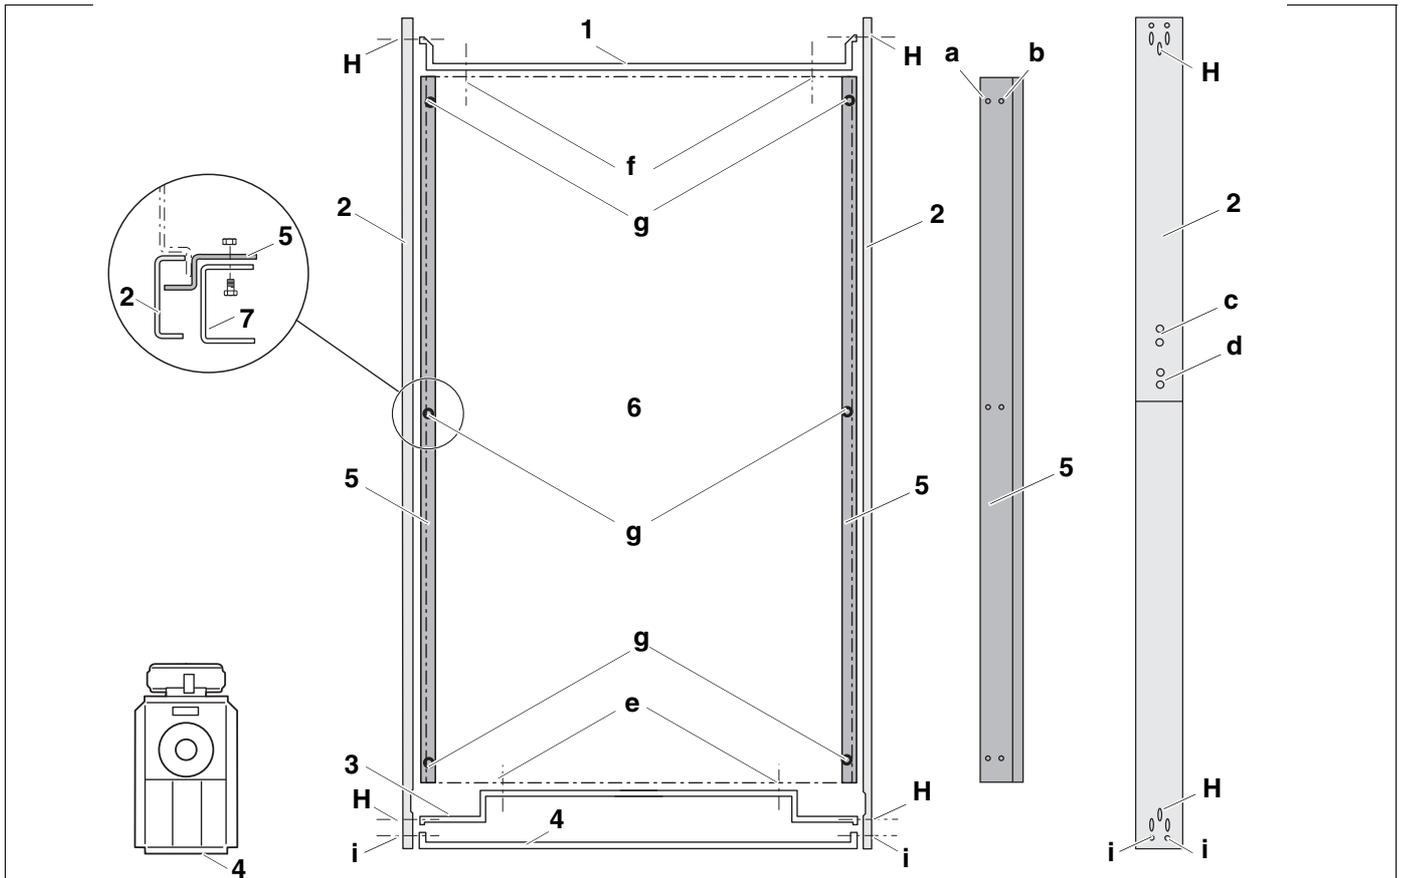

Рис.22 Нижние траверсы (вид сверху)
По приведенным далее монтажным операциям см. рис. 22, стр. 27.
- ▶ Боковые синие цокольные планки (рис. 22, [2]) состоят из двух частей и должны быть предварительно собраны (рис. 22, [d]):
положение винтов для 790 кВт и Рис. 22[c]:
- ▶ Закрепите левую и правую цокольные планки (рис. 22, [2]) к траверсе спереди и сзади (рис. 22, [1] и [3]), повернув по одному винту [h].
- ▶ Закрепите синюю переднюю цокольную планку (рис. 22, [4]) спереди к правой и левой цокольным планкам (рис. 22, [2]) 2 винтами (рис. 22, [i]).